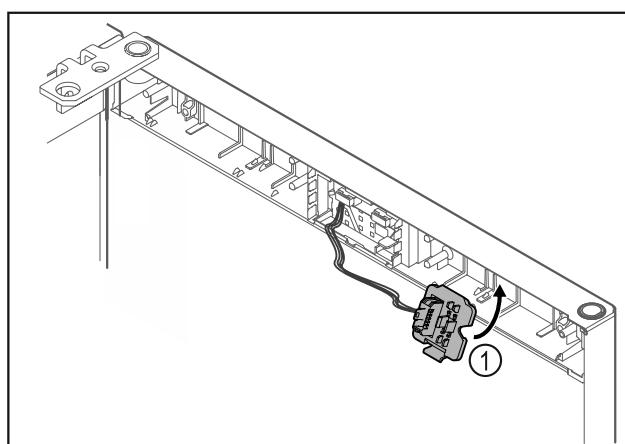

Fig. 17
► Zaistite držiak zástrčky Fig. 17 (1) na opačnej strane.